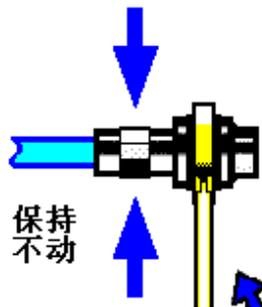

图 3.3 使用力矩扳手完成最后连接
**步骤 3.** 如图 3.3，使用力矩扳手拧紧完成最后的连接，注意力矩扳手不要超过起始的折点，可使用辅助的扳手防止连接器转动。